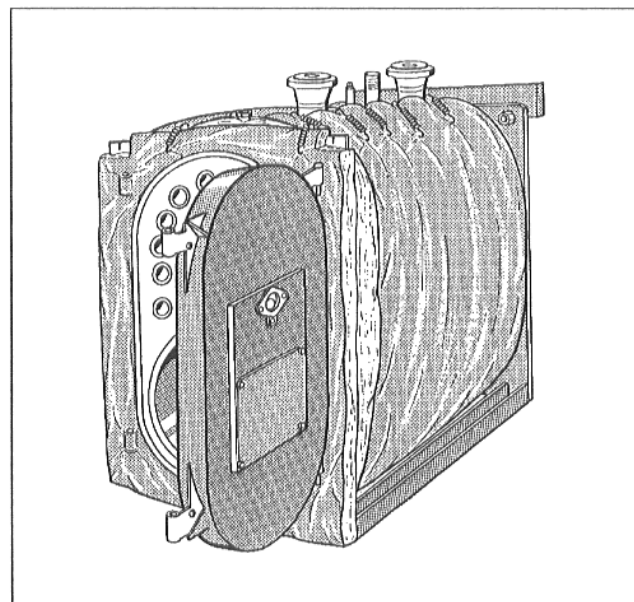

Рис. 8
- Наложить теплоизоляционный мат спереди вверху на траверсу и прикрепить его к теплоизоляционному мату, расположенному по периметру котла, двумя натяжными пружинами (Рис. 8).